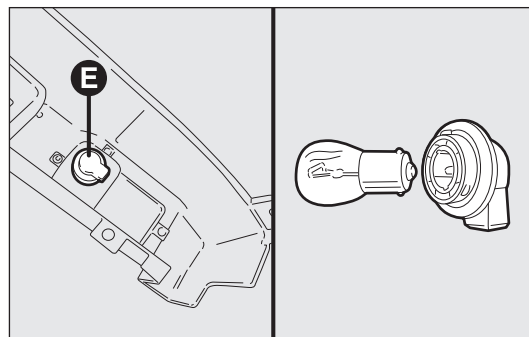

fig. 195
- tourner la douille E dans le sens inverse des aiguilles d'une montre (1/8 de tour), extraire la lampe à baïonnette en la poussant légèrement et en la tournant dans le sens inverse des aiguilles d'une montre, puis la remplacer fig. 195.